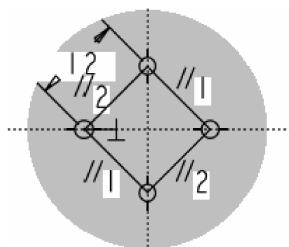

图 4-133 绘制截面
(21) 单击 **草绘** 按钮，进入草绘界面，先绘制倾斜的矩形截面，通过约束和修改尺寸，修改截面为如图 4-133 所示。